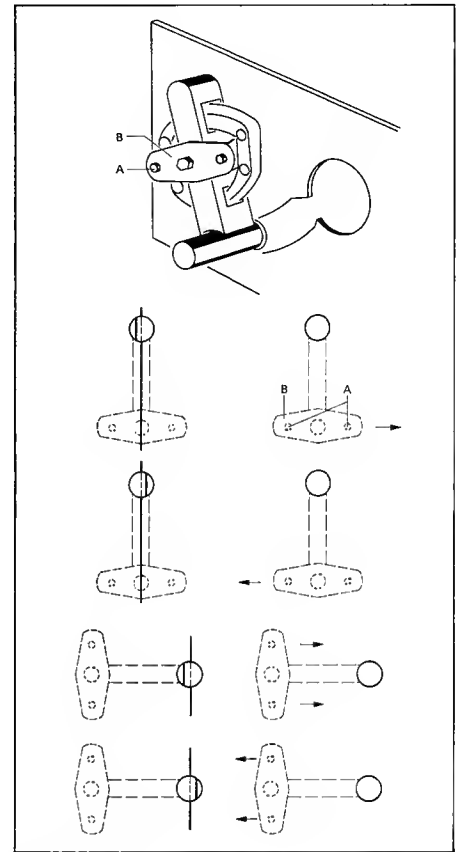

Fig. 4.20
- Die Lagerplatte kann nun gemaess Fig. 4.20 verschoben werden. Bei korrekter Position Schrauben {A} wieder festdrehen.